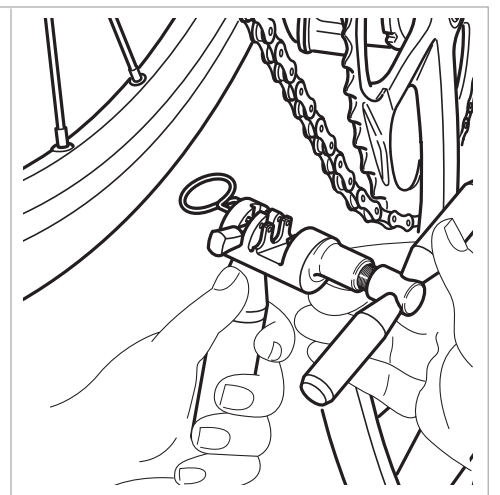

Fig.16
- Positionnez l'outil UT-CN400 de la façon indiquée sur la Fig. 16.